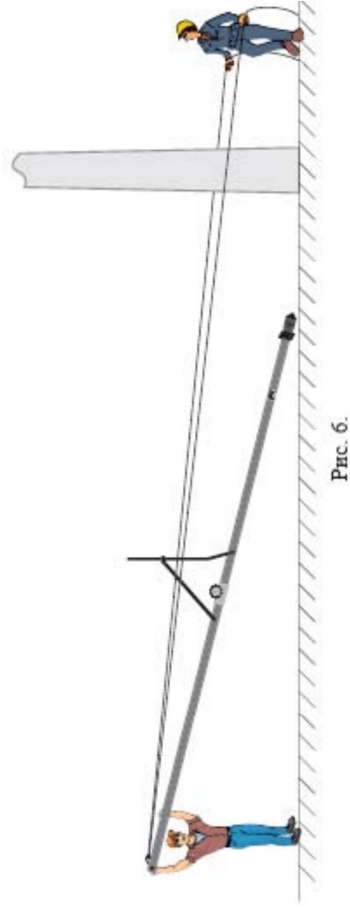
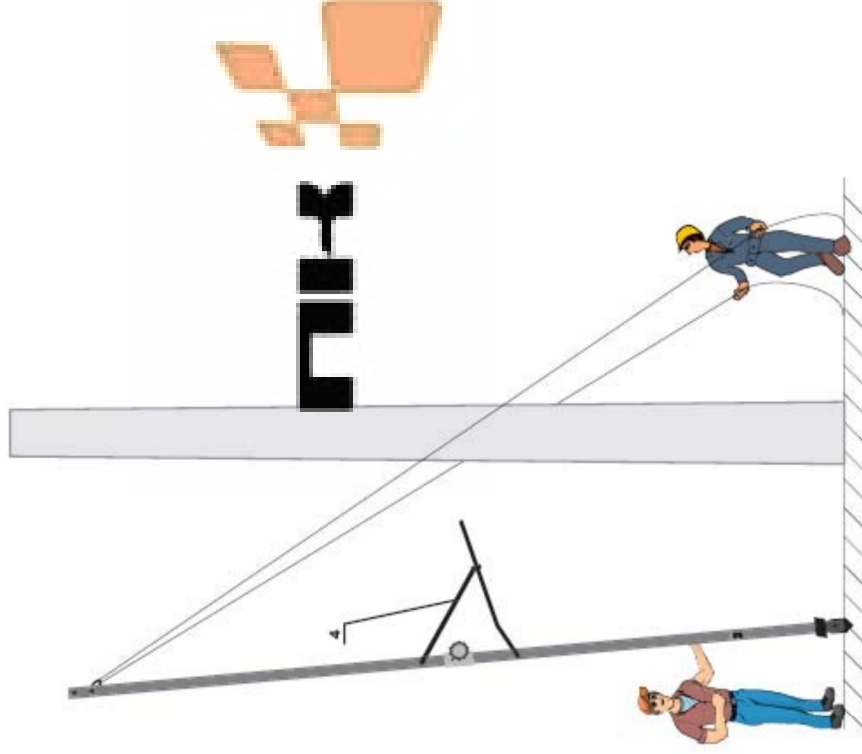

Рис. 6.
Рис. 7
6.7 Приподнимая верхний край лестницы и потянув за стропы (8) (см. рис. 6), поднять лестницу и опереть ее на опору (см. рис. 7), обеспечивая равномерное прилегание провиса (7) и промежуточного упора (4) лестницы